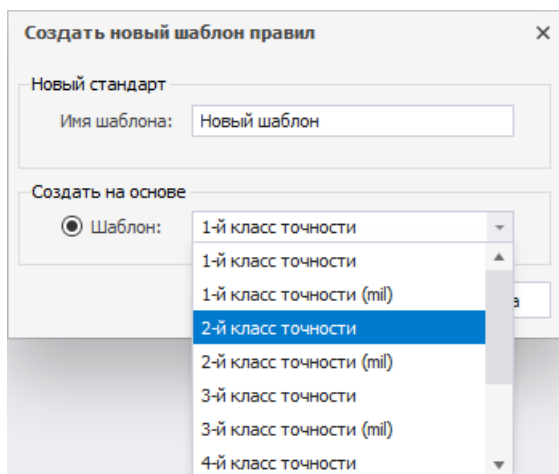

Рис. 95 Добавление шаблона правил
2. Введите имя шаблона и выберите источник исходных данных для нового шаблона (шаблон правил в Стандартах системы) в поле «Создать на основе», Рис. 95. Источник исходных данных выбирается с помощью выпадающего списка.